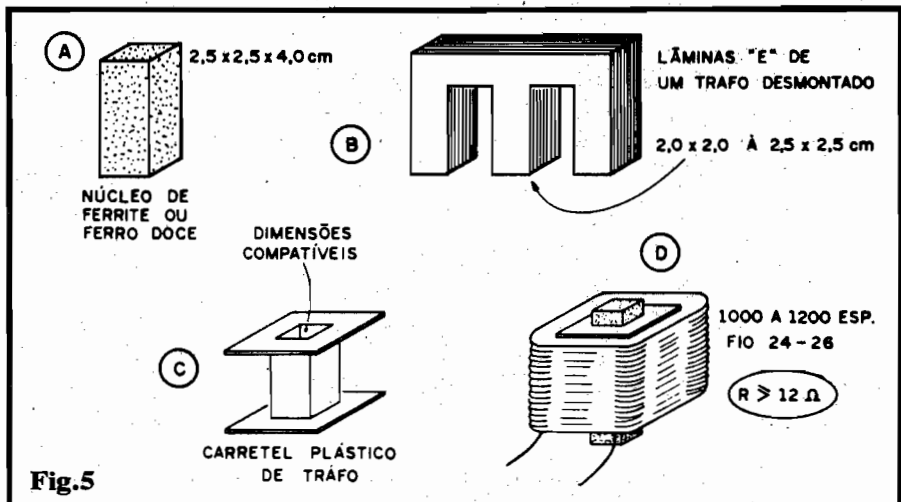
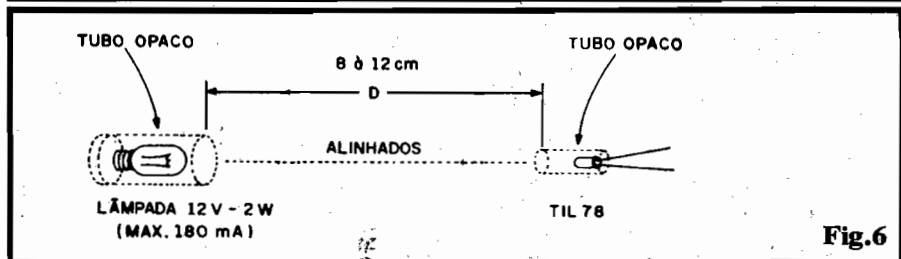

Fig.5
Fig.6
- FIG. 5 - O (IMPORTANTE) ELE-TRO-IMÃ - Detalhes para a confecção do importante eletro-ímã, são mostrados no diagrama... Conforme já foi "insinuado" na LISTA DE PEÇAS, existem duas possibilidades práticas para a realização desse eletro-ímã (cuja "força" se contraporá à da gravidade...). Um núcleo de ferrite (ou ferro doce), com medidas de 2,5 x 2,5 x 4,0 cm. (aceitam-se pequenas variações em tais medidas, sem problemas...) ou um formado pelo aproveitamento do conjunto de lâminas de ferro-silício formato "E", retiradas de um transformador desmontado, desde que o bloco central (a "perna" do meio, no "E"...), com as lâminas bem prensadas, assumam medidas de 2,0 x 2,0 cm. até 2,5 x 2,5 cm. (o comprimento dessa "perna central" não é tão importante, mas por razões práticas deve ficar entre 3,0 e 4,5 cm.). Para que a bobina do eletro-ímã possa ser confortavelmente confeccionada e fixada em torno do seu núcleo, recomenda-se o uso de um carretel apropriado, com dimensões compatíveis (eventualmente poderá ser reaproveitado do mesmo trafo que foi desmantelado para remoção/aproveitamento das placas "E" já mencionadas...), ou seja, cujo "buraco" quadrangular mostre medidas pouca coisa superiores às do núcleo, facilitando o respectivo "enfiamto"... O Hobbysta imaginativo poderá recorrer a inúmeras fontes, na aquisição das partes necessárias à confecção do eletro-ímã, incluindo Lojas de "sucatas", que está proliferando por aí... Tanto os núcleos quanto o próprio carretel (e também o fio de cobre esmaltado necessário) poderão ainda ser obtidos em Lojas de componentes, ou mesmo em pequenas fábricas de transformadores, que eventualmente comercializam tais peças "no picado"... O enrolamento da bobina, em si, exigirá de 1000 a 1200 espiras do fio de cobre esmaltado nº 24 a 26, distribuídas camada por camada ao longo da largura e da altura do carretel, de modo a ocupar todo o
- FIG. 6 - O FEIXE ÓPTICO (E SEU ALINHAMENTO...) - Antes de detalharmos a construção do "monstro" anti-gravitacional, é importante enfatizarmos que o feixe óptico (em luz visível, emitida pela lâmpada) deverá - no arranjo final - ficar perfeitamente alinhado, guardando posição e "distância" bastante precisas, conforme sugere o diagrama da figura 6. Tanto a lâmpada (esta deve ser pequena, do tamanho "piloto...") quanto o foto-transistor deverão ser entubados em pequenos cilindros de material opaco, dotados de uma única abertura frontal... Na disposição mecânica da MAG, os dois tubos (um com a lâmpada, outro com o TIL78) deverão rigorosamente "olhar" um para o outro em condição de rigoroso alinhamento horizontal, guardando um afastamento (D) entre 8 e 12 cm. (idealmente em torno de 10cm.).
sucesso das experiências e "manifestações" de "anti-gravidade"... Assim, recomendamos que o Leitor/Hobbysta siga com muita atenção o diagrama da fig.7. O circuito em si poderá ser acondicionado num caixa não muito pequena, preferivelmente larga e baixa, dotada de pés de borracha para boa estabilidade. Nessa caixa/base devem estar o interruptor geral e a saída para o "rabicho" (cabo de força com plugue C.A. na ponta). Sobre a caixa deverá ser fixada uma estrutura em forma de "J" invertido (de cabeça pra baixo...), cuja altura total pode situar-se em torno de 20 a 25 cm. Observar as posições ocupadas pelo eletro-ímã (construído de acordo com a fig. 5), foto-transistor e lâmpada (entubados e alinhados de acordo com a fig. 6), devendo ainda o Leitor/Hobbysta notar que a largura do "J" invertido é parametrada pelo próprio distanciamento recomendado entre o emissor e o receptor do feixe óptico, conforme também indicado na fig. 6. Outro ponto importante: a distância entre a base do núcleo do eletro-ímã e a linha imaginária que vai do foto-transistor à lâmpada, deve restringir-se a 1 ou 2 cm. (no máximo cerca de 2,5 cm.) para garantir uma poderosa força magnética sobre o objeto que flutuará... Lembrar que a força magnética "decai" com o quadrado da distância, de modo que, se "dobrado" o afastamento, a força será reduzida por um fator de 4, e assim por diante... O material a ser usado na estrutura da "torre de Babel"